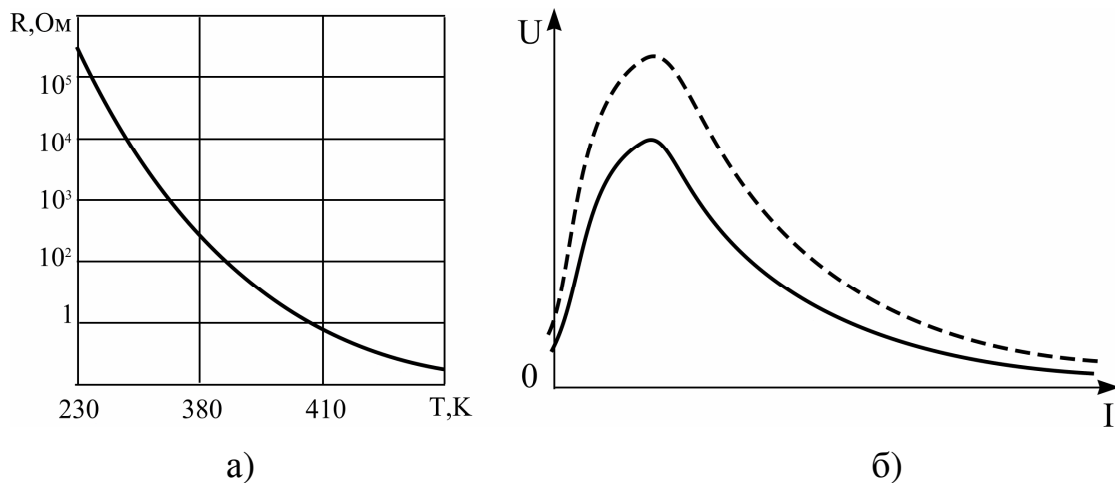

Рис. 8
1. Температурная зависимость сопротивления, показывающая, как изменяется сопротивление термистора в рабочем интервале температур (рис.8а). Для большинства термисторов эта зависимость определяется отношением
Зависимость сопротивления термистора от температуры приведена на рис. 8, а. В зависимости от знака ТКР различают термисторы с отрицательным и положительным температурным коэффициентом. Термисторы с положительным ТКР называют позисторами.
3. Вольт-амперная характеристика определяет зависимость тока через термистор от приложенного к нему напряжения (при условии теплового равновесия между телом термистора и внешней средой). Типовая вольт-амперная характеристика термистора представлена на рис. 8б (пунктиром показана смещённая характеристика при более высокой температуре окружающей среды или при большем токе подогрева).